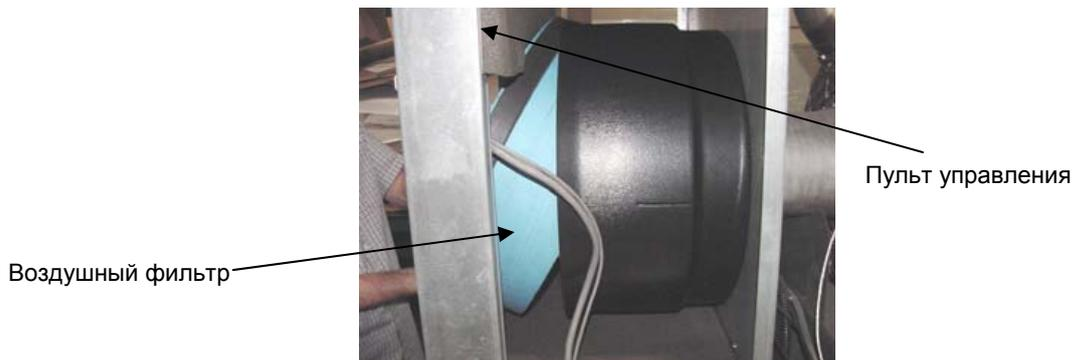

Рисунок 101 Извлечение воздушного фильтра
- Вытащите воздушный фильтр через свободное пространство в передней части укрытия под пультом управления (рис.101).